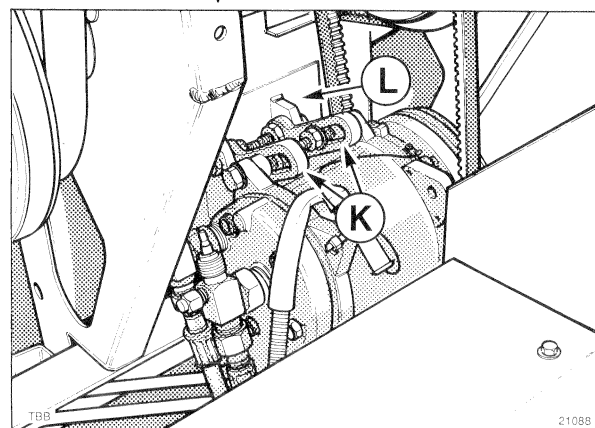

Fig. 156
**28. COURROIE D'ENTRAINEMENT DU COMPRESSEUR DE CONDITIONNEMENT D'AIR [si monté] (Figure 156)**